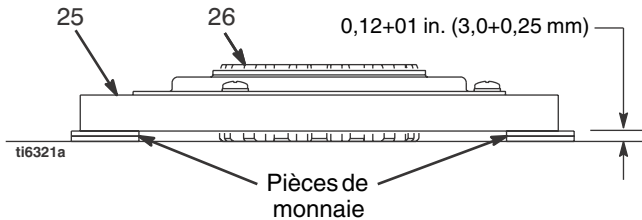

FIG. 8
2. FIG. 8. Poser 2 fois 2 pièces de monnaie sur la surface lisse de l'établi.
3. Déposer l'induit (25) sur les pièces de monnaie.
4. Appuyer le centre du moyeu (26) sur la surface de l'établi.